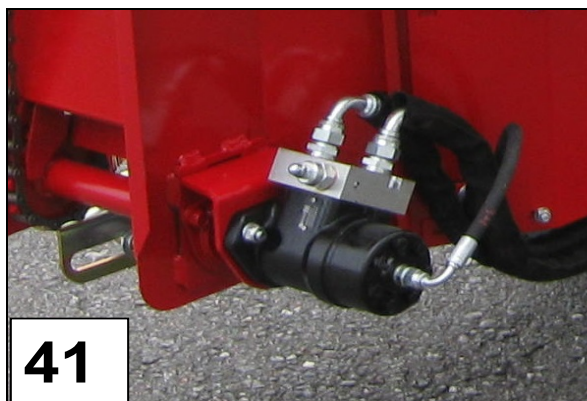

Bild 41. Transportörens kraftöverföring
- Transportören är utrustad med hydraulisk kraftöverföring. Bild 41.